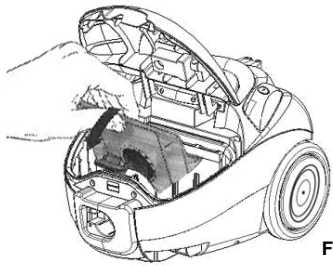

Fig. 7
4. Inclinez le sac tel que montré à la Fig. 7